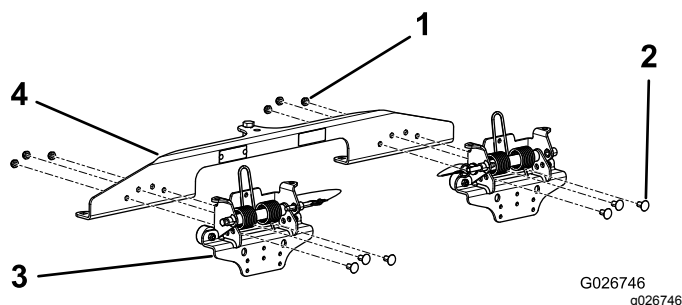

Figura 2
1. Allineate i fori su ciascuno dei gruppi delle staffe a molla con i fori sulla staffa dello scarificatore come illustrato in Figura 2.
2. Utilizzando 6 bulloni e 6 dadi di bloccaggio, fissate i gruppi delle staffe a molla alla staffa dello scarificatore (Figura 2).